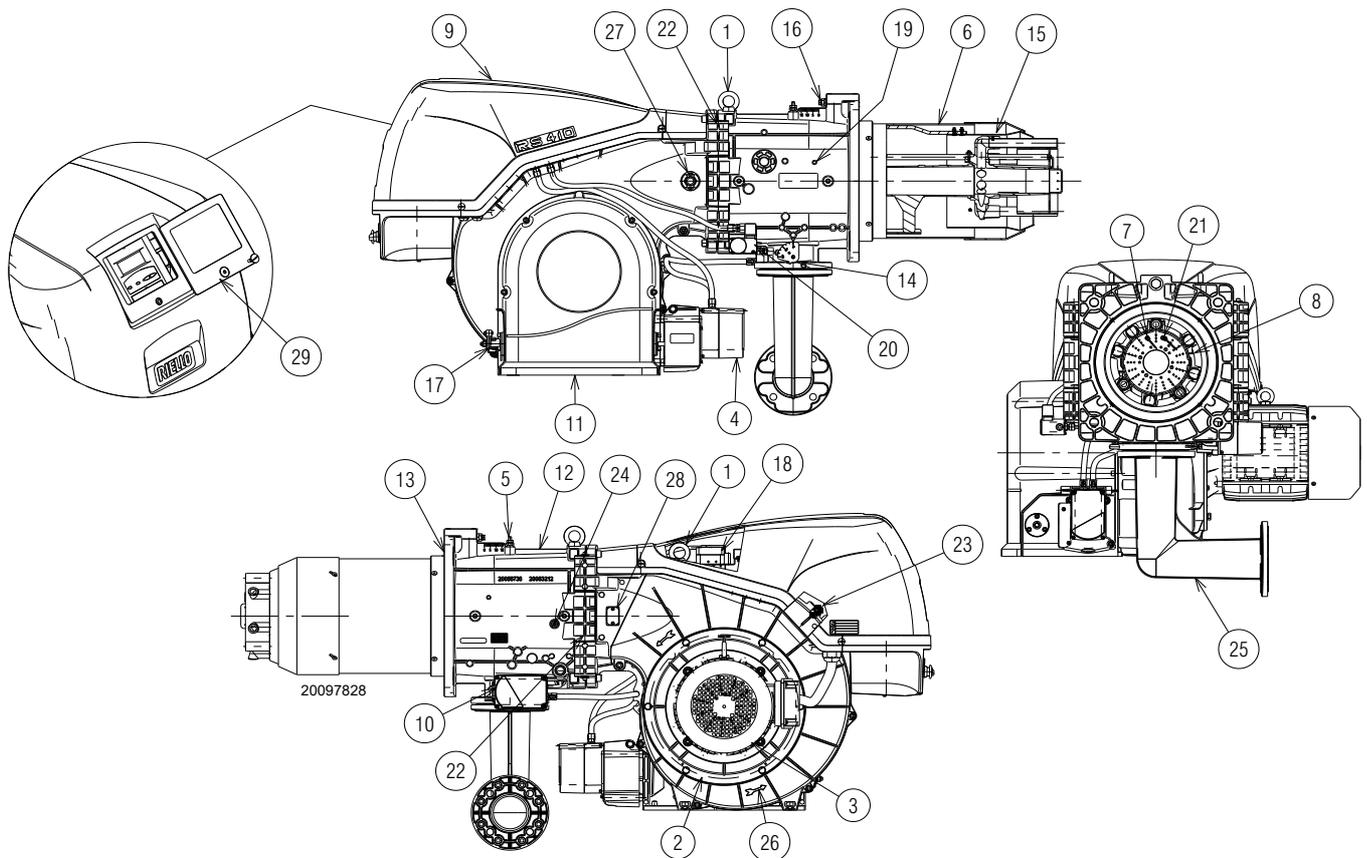

Fig. 4
- (1) Condizioni di riferimento: Temperatura ambiente 20°C - Temperatura gas 15°C - Pressione barometrica 1013 mbar - Altitudine 0 m s.l.m.
(2) Pressione alla presa del pressostato 5)(Fig. 4) con pressione zero in camera di combustione ed alla potenza massima del bruciatore.
(3) Pressione sonora misurata nel laboratorio combustione del costruttore, con bruciatore funzionante su caldaia di prova, alla potenza massima. La Potenza sonora è misurata col metodo "Free Field", previsto dalla Norma EN 15036, e secondo una accuratezza di misura "Accuracy: Category 3", come descritto dalla Norma EN ISO 3746.